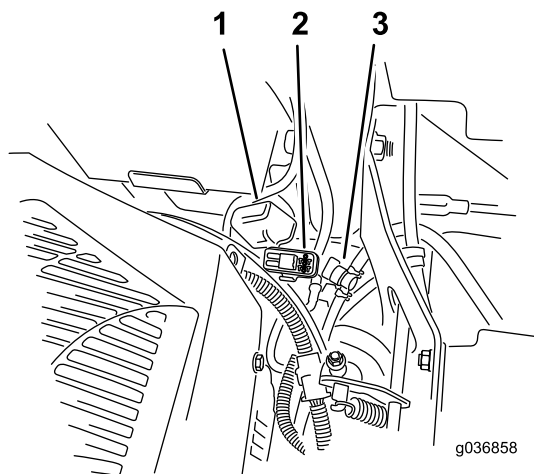

Figura 57
Nota: En máquinas MyRide, asegúrese de que el cable de tierra no roza contra el brazo arrastrado ni contra el soporte inferior del amortiguador (Figura 57).
Los fusibles están situados en la consola de la derecha, junto al asiento (Figura 57).
2. Instale un fusible nuevo (Figura 57).